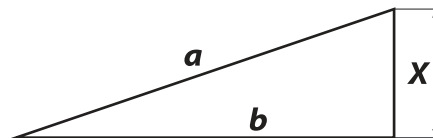

Рис. 3
1. В первом варианте необходимо измерить длину «X», где «X» - катет. Для этого следует измерить стороны «a» и «b» (Рис. 3).